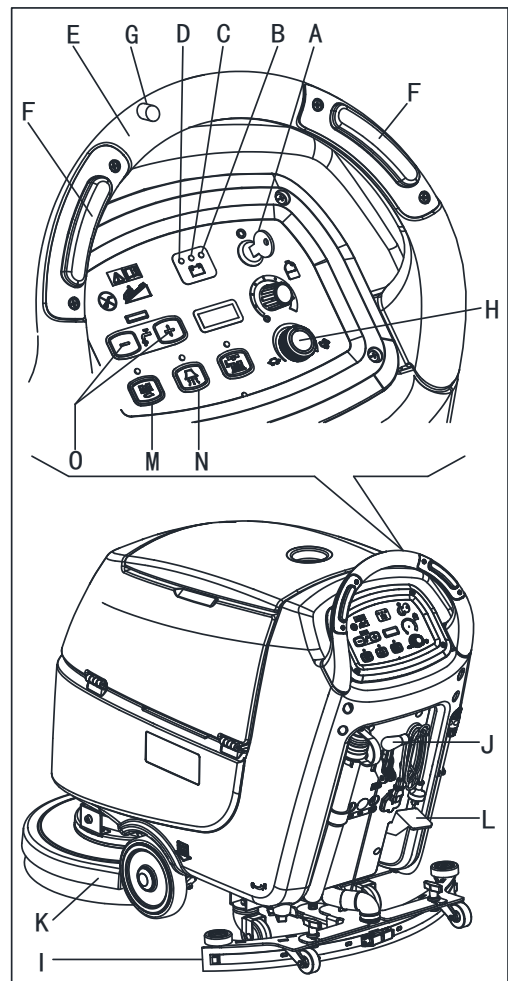

Figura 6
2. Insira a chave de ignição (A, Figura 6) e gire-a para "I". Verifique se a luz de aviso verde (B) se liga (bateria carregada). Se a luz de aviso amarela (C) ou vermelha (D) se ligar, gire a chave de ignição para "0" e carregue as baterias (consulte o procedimento no capítulo de Manutenção).
- Empurre com as mãos no punho (E) (só para máquinas sem tracção).
- Empurre com as mãos no punho (E) e pressione o interruptor (F) para mover para a frente, ou pressione o interruptor (F) juntamente com o interruptor (G) para mover para trás (só para máquinas com tracção). A velocidade para a frente pode ser ajustada com o regulador (H).
4. Baixe o squeegee (I) com a alavanca (J).
5. Baixe o convés do suporte de escova/esponja (K) levantando o pedal (L).
6. Pressione o interruptor do suporte de esponja/escova (M) e interruptor de sistema a vácuo (N).
7. Pressione os interruptores de controlo de fluxo de água de limpeza (O) conforme necessário, dependendo no tipo de limpeza a ser realizada.
- (só para máquinas sem tracção) empurre a máquina com as mãos no punho (E) e pressione o interruptor (F).
- (só para máquinas com tracção) empurre a máquina com as mãos no punho (E) e pressione o interruptor (F). Se necessário, a velocidade para a frente pode ser ajustada com o regulador (H).
2. Mantenha ambas as mãos no punho e pressione o interruptor de segurança (F, Figura 6), de seguida, mexa a máquina para iniciar a escovar/secar o chão.